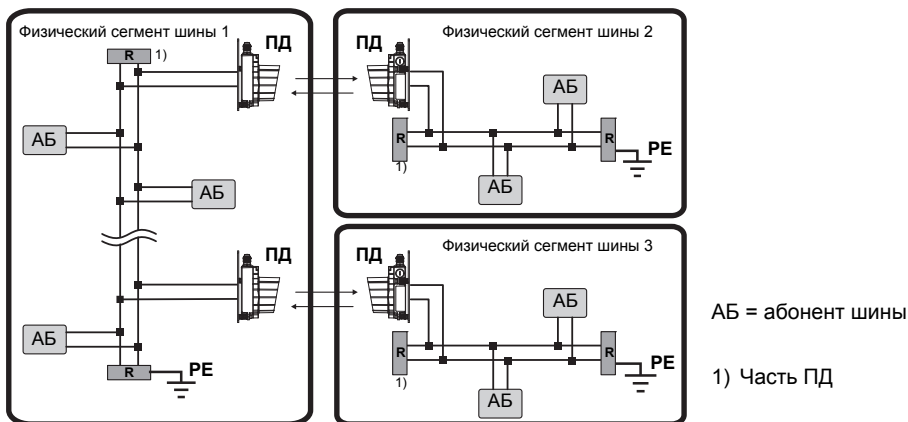

Рис. 9.6: Кабельные соединения шины DeviceNet/CANopen
- В каждом физическом сегменте шины необходимо установить заглушки шины на концах шинных кабелей между CAN\_L и CAN\_H (см. рис. 9.6 **R** ).
- Опорный потенциал CAN\_GND может быть соединен с землей (PE) только в одном месте физического сегмента шины (см. рис. 9.6).